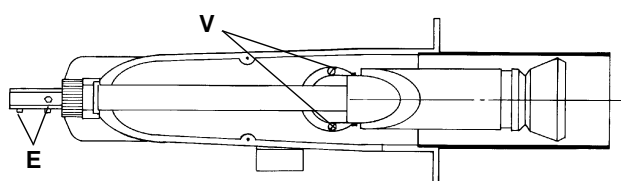
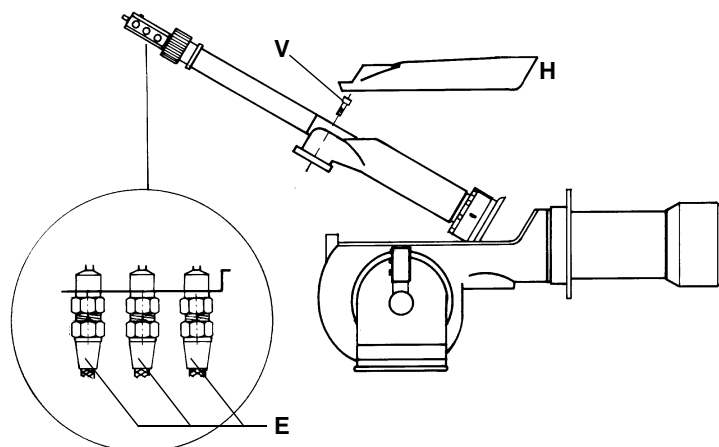

Fig. 42
Fig. 43
- Desmontaje y limpieza de la cabeza de combustión (véanse Fig. 42 - Fig. 43).
- Aflojar los tornillos V que fijan el colector gas (Fig. 42), destornillar los conectores fuel pesado E (Fig. 42) que fijan los flexibles fuel pesado al soplete y extraer completamente el grupo, tal como muestra la Fig. 43.